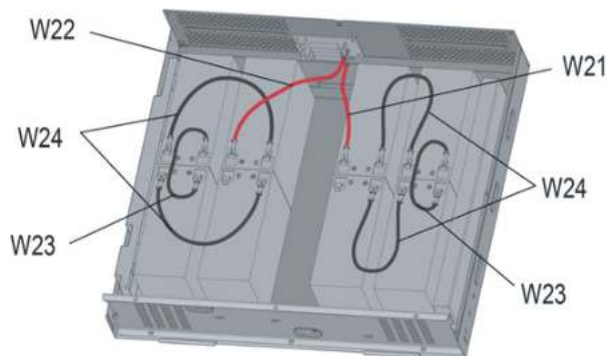

Рис. 2-6
(1) Установите аккумулятор и подсоедините провод аккумулятора (w21, w22, w23, w24) в соответствии с Рис. 2-6.